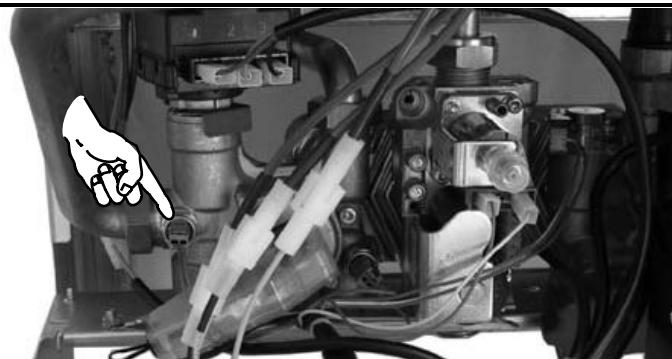

Fig. 7.1
- 1 Электрически отсоединить пробник температуры отопления NTC (например Fig. 7.1
- 4 Reconnect the electrical power of the NTC heating probe (examples Fig. 7.1).
4 Электрически подсоединить пробник температуры отопления NTC (например Fig. 7.1).